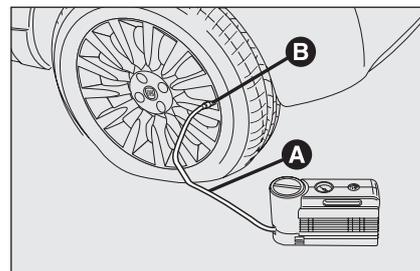

fig. 13
- **Azionare il freno a mano.** Svitare il cappuccio dalla valvola del pneumatico, estrarre il tubo flessibile di riempimento **A**-fig. 13 ed avvitare la ghiera **B** sulla valvola del pneumatico;